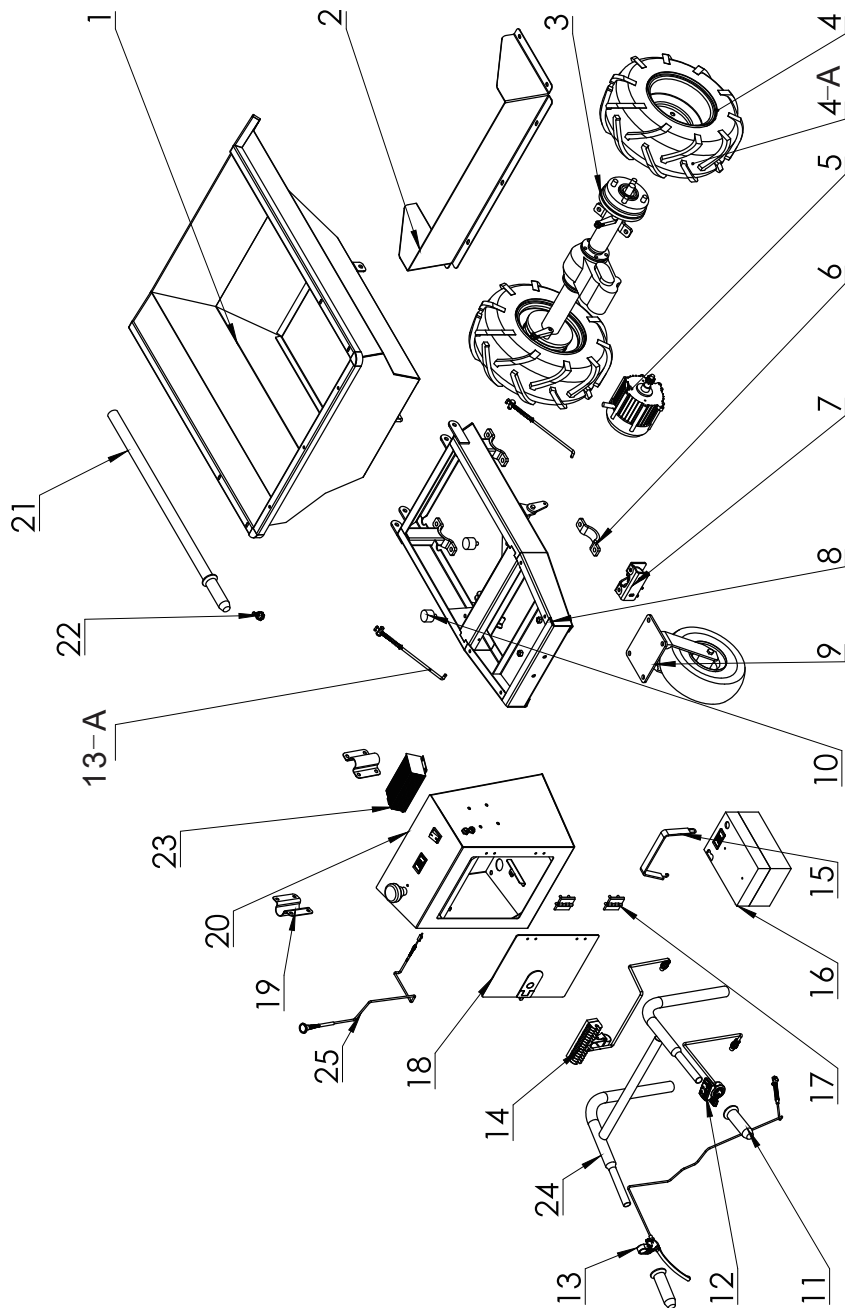

Abb. 22
- Die Bestellnummer des Ersatzteils finden Sie in der folgenden Tabelle 1 - die Nummer nach dem Bindestrich bezeichnet das Teil in Abb. 22; um das Teil zu bestellen, geben Sie die ganze Nummer ein, d. h. den Teil vor dem Bindestrich und auch nach dem Bindestrich.
Ersatzteilnummer gemäß Abb.22	Bezeichnung vom Ersatzteil
Andere Ersatzteile oder Zubehörteile, die nicht in Abb.22 aufgeführt sind